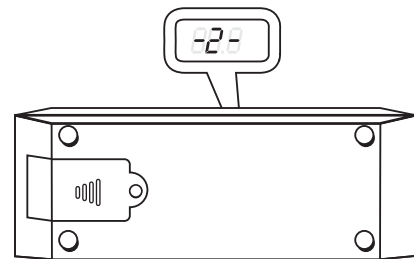

Рис. 4
Разверните прибор на 180° в горизонтальной плоскости так, чтобы ЖК-дисплей находился с противоположной от Вас стороны, надписи на корпусе должны быть в правильном для прочтения положении (не перевернуты). Расположите прибор вдоль той же линии или угла. Нажмите кнопку \square / СБРОС на экране начнет мигать надпись «-2-» (Рис. 4). Спустя 6 секунд появится результат измерения угла. Калибровка закончена.
3. Закройте крышку батарейного отсека и закрутите ее винтом (Рис. 4).